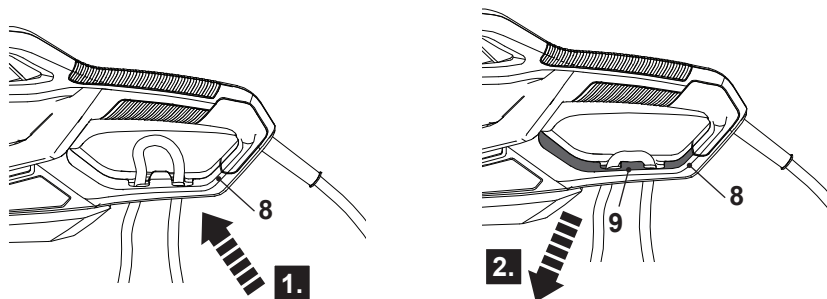

Fig. 2
1. Dobre o cabo de extensão para trás, cerca de 30 cm a partir da extremidade, e direcione o laço através do orifício da proteção traseira (8) (Fig. 2, passo 1).
2. Passe-o por cima do retentor de cabo (9) e puxe cuidadosamente o cabo para assegurar que fica bem preso (Fig. 2, passo 2).